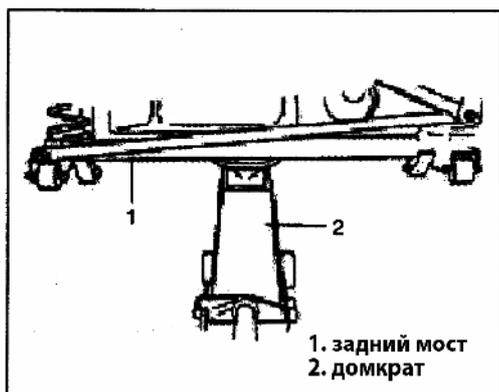

Рис. 555
- 2) Установите под задний мост домкрат, для предотвращения его падения (Рис. 555).